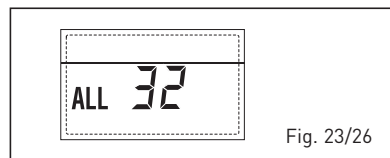

Fig. 23/26
– **ANOMALÍA COMUNICACIÓN FICHA RS-485 EN MODALIDAD MODBUS “ALL 33” (fig. 23/27)**